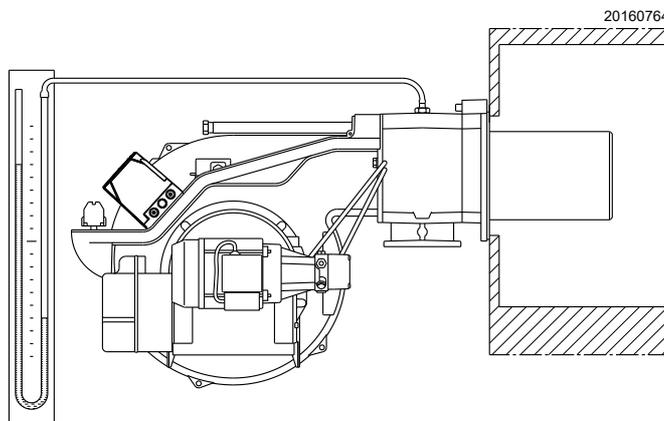

Fig. 35
- Monter un manomètre en U (Fig. 35) sur la prise de pression du gaz du manchon.
L'arrivée de gaz au manchon est mise en évidence sur le manomètre en U (Fig. 35).